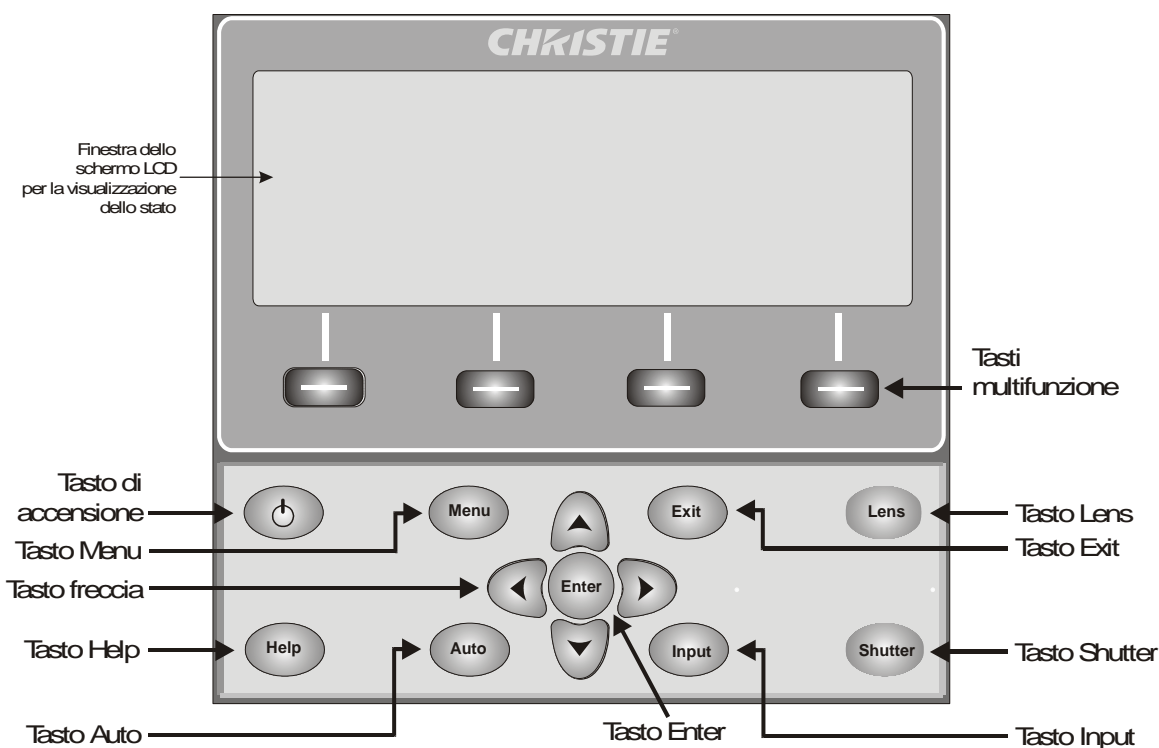

FIGURA 3-2 TASTIERINO INTEGRATO
- **Tastierino integrato:** è posizionato nella parte laterale del proiettore (vedere la Figura 3-2 Tastierino integrato).